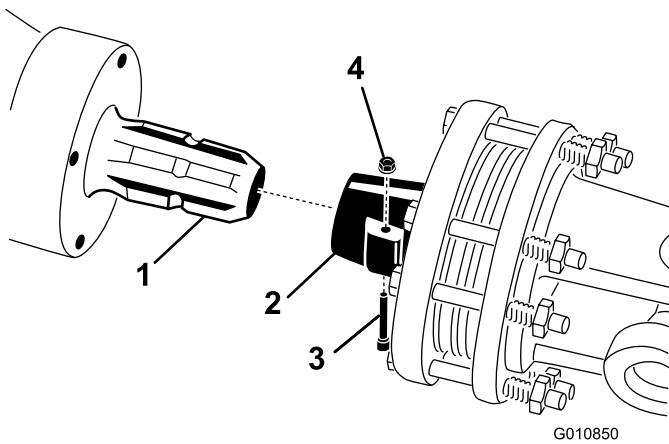

Bild 20
1. Entfernen Sie den Stift und die Mutter von der Zapfwelle (Bild 20).
2. Schließen Sie das Kupplungsende der Zapfwelle mit dem vorher entfernten Stift und der Mutter an der Eingangswelle des Aerifiziererge triebes an (Bild 20). Der Stift kann nur in einer Richtung eingesetzt werden.